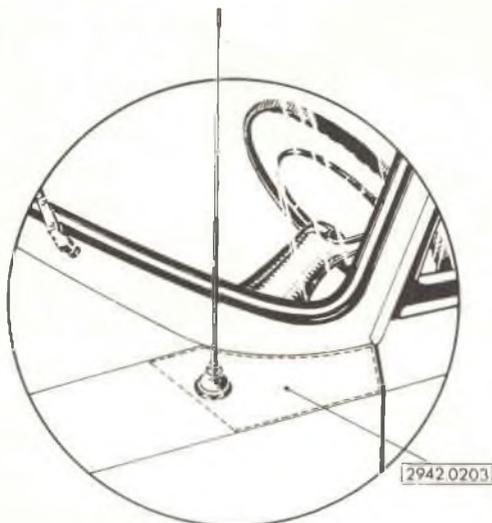

Fig. 1
- Disporre la maschera di foratura antenna cod. 2942.0203 sul parafango sinistro, come rappresentato in fig. 1; per l'installazione a destra è sufficiente adoperare la stessa maschera rovesciata.